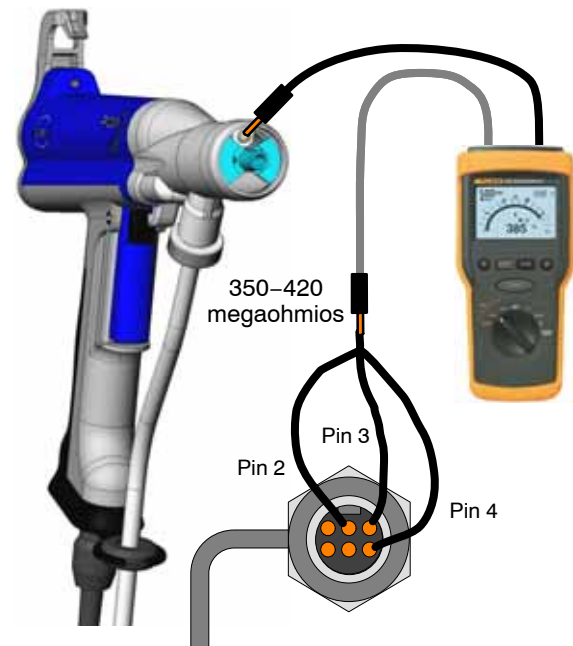

Figura 12 Prueba del extremo del cable al pestillo de resorte
1. Ver la figura 12. Retirar la boquilla.